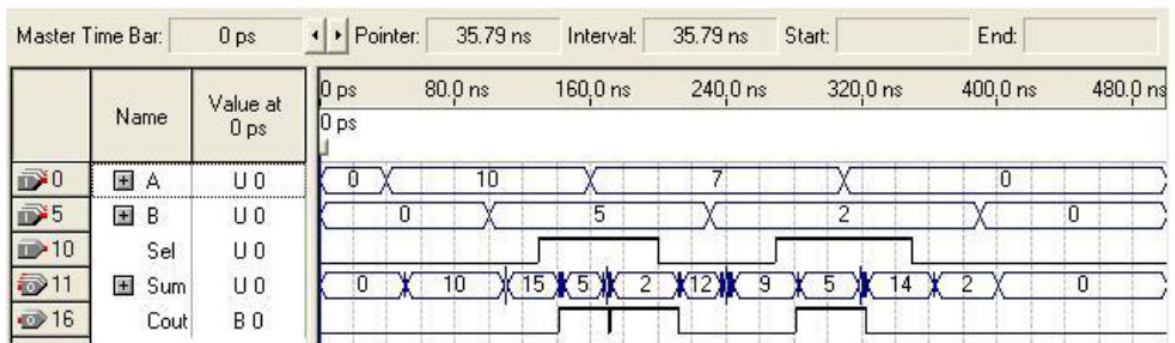

Figura 7. Formele de undă după simularea temporală
e) Se alege modul de simulare temporal și se repetă simularea. De această dată, diagrama de timp va conține anumite hazarduri de semnal (Figura 7).